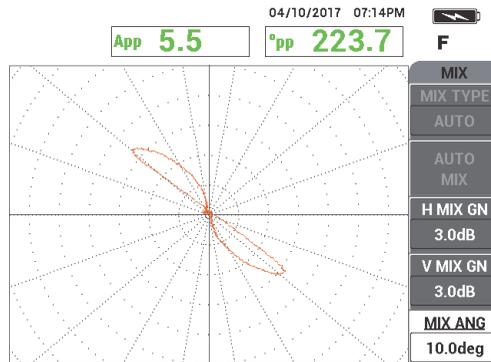

Рис. 5-172 Сигнал от сквозного отверстия после настройки угла АВТО МИКШ.
8. Нажмите УГ.МИКС. (клавиша E), затем поверните сигнал МИКС, так чтобы сигнал от отверстия достиг фазы в 40° (см. Рис. 5-172 на стр. 264).